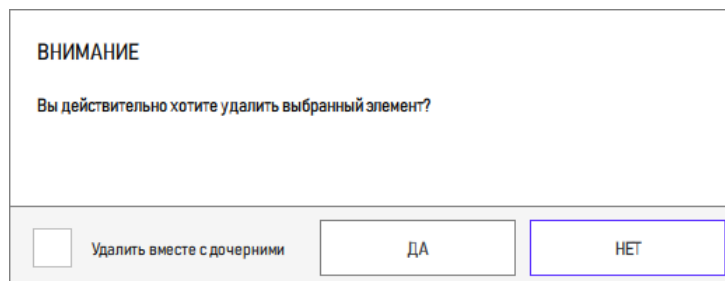

Рисунок 50 – Вид информационного окна для удаления единицы измерения
4) В случае удаления элемента, содержащего дочерние элементы, для подтверждения действия установить флаг в поле «Удалить вместе с дочерними» и нажать кнопку «Удалить» (рисунок 50).